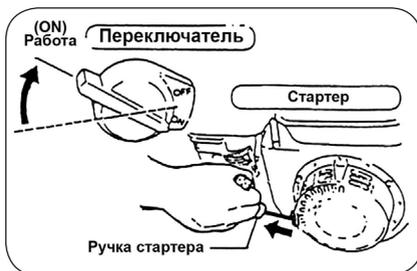

рис. 6
4. Поверните переключатель запуска двигателя в положение ON. (рис. 6)
5. Возьмитесь за рукоятку стартера отдачи и слегка потяните ее на себя, пока не почувствуете легкое сопротивление. Затем энергично потяните его на себя. Будьте осторожны, не тяните слишком сильно, так как она может оторваться. Не отпускайте рукоятку из вытянутого положения, а верните её в корпус стартера, прежде чем отпустить. (рис. 6)